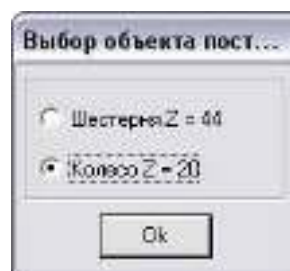

Рисунок 1.23 – Вибір об'єкта побудови
12. Після цього натисніть кнопку **Повернення в головне вікно**. Збережіть файл розрахунків і закрийте вікно. З'явиться діалогове вікно вибору об'єкта побудови (у нашому випадку, виберіть побудову колеса) (рис. 1.23).